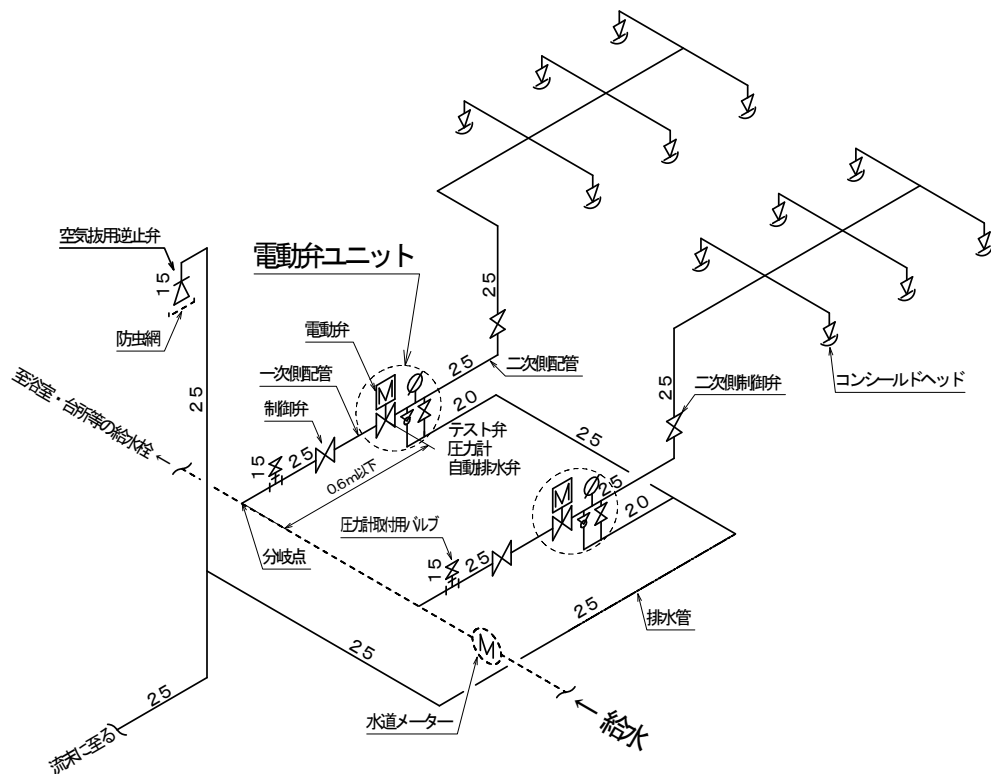

図4-2 配管構成例図 (2系統の場合)
- ・ 電動弁ユニット廻りは図4-2に示す配管系統としてください。
(図4-2参照)